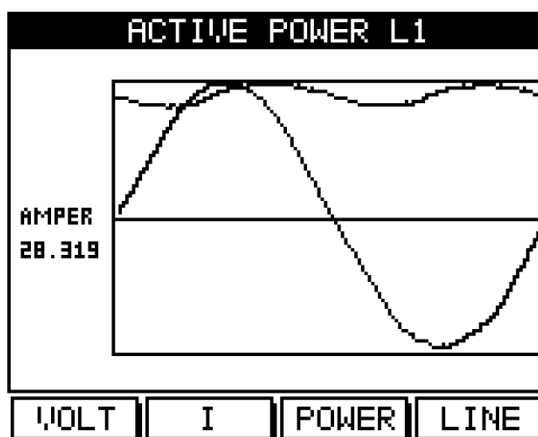

Рис. 5.14
1. Нажмите **Power** («F3»). На дисплей будет выведен график активной мощности (рис. 5.14):